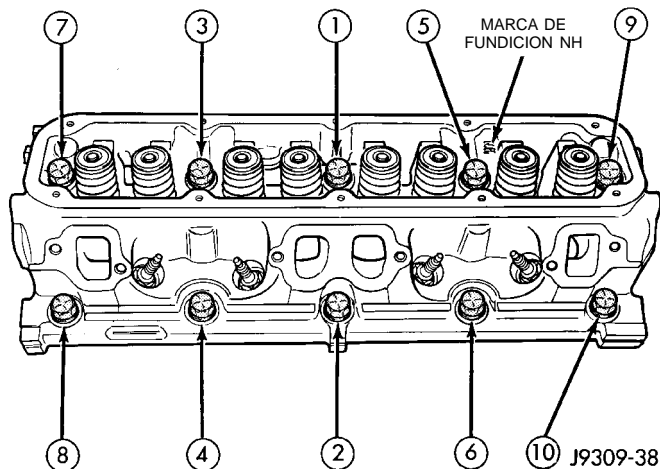

Fig. 19 Secuencia de apriete de pernos de culata de cilindros
- (1) Coloque las juntas de culata de cilindros sobre el bloque de cilindros.
- (2) Coloque las culatas de cilindros sobre las juntas de culata y el bloque de cilindros.
- (3) Comenzando por el punto superior, apriete todos los pernos de culata de cilindros, en secuencia, con una torsión de 68 N·m (50 lbs. pie) (Fig. 19). Repita el procedimiento, apretando todos los pernos de culata de cilindros con una torsión de 143 N·m (105 lbs. pie). Repita el procedimiento para confirmar que todos los pernos tengan una torsión de 143 N·m (105 lbs. pie).